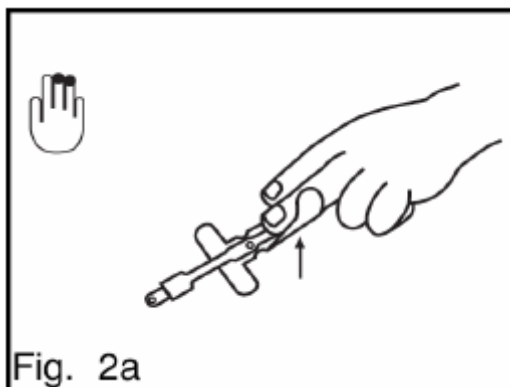

Fig. 2a
2. Oriente o sensor de forma que o detector possa ser aplicado primeiro sobre a parte carnosa do dedo, próximo da ponta do mesmo. Pressione as extremidades adesivas do sensor, em forma de “T”, sobre o dedo (fig. 2a).